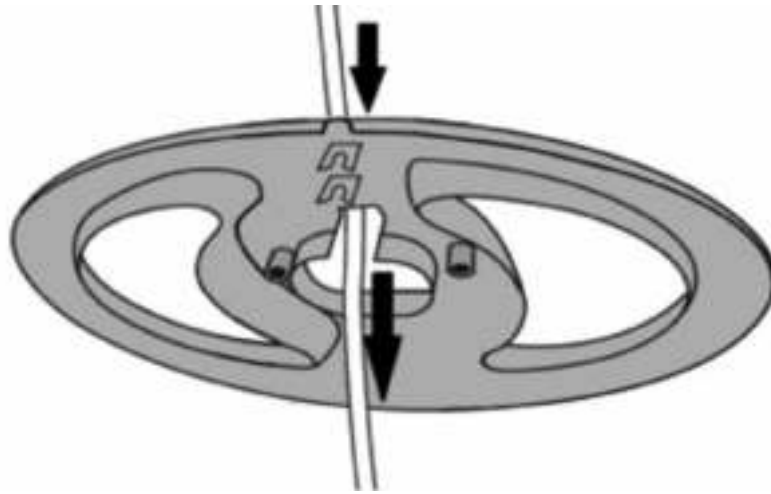

Imagen 2.
- a. Pase el enchufe y el cable de la estufa por la apertura central del soporte. Véase la imagen 2.